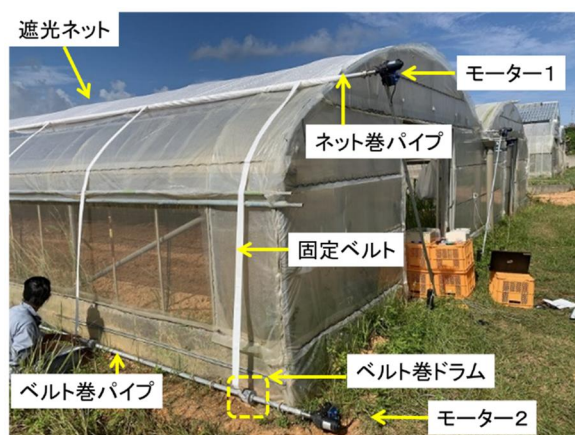

図 1 自自動開閉制御装置の概要
1. 開発した「自動開閉制御装置」は、園芸施設の屋根の外側に被覆した遮光ネットを自動的に巻き上げおよび巻き下げできる。遮光ネットは日射量を閾値として自動的に作動する（図 1）。